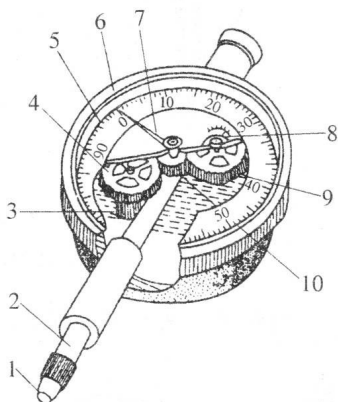

图 1-6 百分表
3) 普通百分表结构 如图 1-6 所示,图中 1 是淬硬的测头,用螺纹旋入齿杆 2 的下端。齿杆 2 的上端铣出齿纹。当齿杆上升时,带动 $z=16$ 的小齿轮 3,在齿轮 3 的同一轴上装有 $z=100$ 的大齿轮 4,该齿轮带动中间 $z=10$ 的小齿轮 10。在小齿轮 10 同一轴上装有